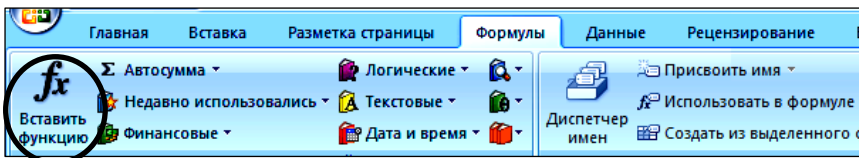

Рис. 2.9. Вызов функции
2. В ячейке В3 набрать формулу. Для вставки функции КОРЕНЬ в меню *Формулы* выполнить команду *Вставить функцию* (рис. 2.9).